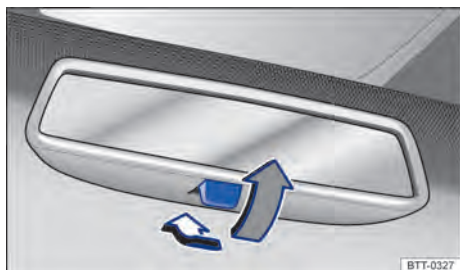

Fig. 77 En el parabrisa: espejo retrovisor interior antideslumbrante manual.
- Posición de noche: tirar de la palanca → fig. 77 (flecha gris), para evitar el deslumbramiento de los faros de los vehículos que circulan detrás.